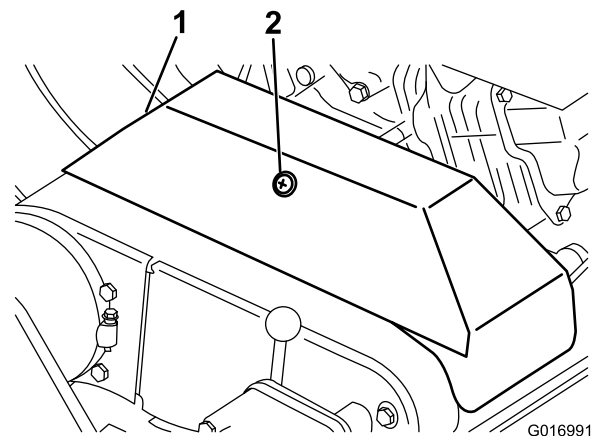

Рисунок 43
- Ослабьте стопор, фиксирующий крышку клинового ремня, и откиньте крышку (Рисунок 43).
2. Вывинтите стопор, фиксирующий крышку клинового ремня, и откиньте крышку (Рисунок 43).